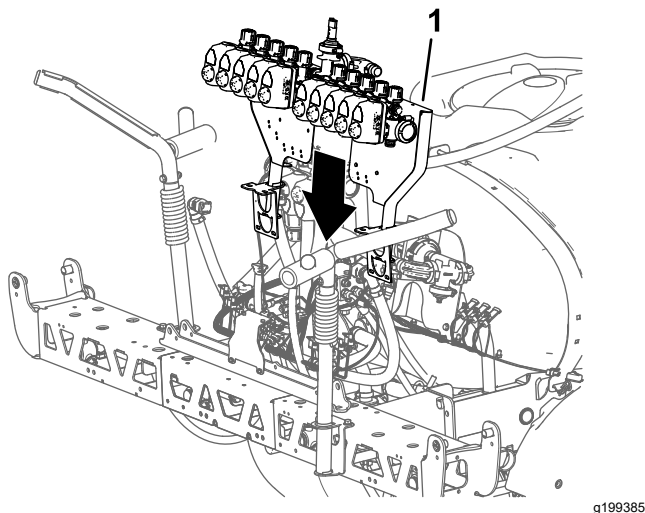

Рисунок 108
1. Используя подъемное оборудование с указанной грузоподъемностью, поднимите опору крепления клапанов и клапаны в сборе опрыскивателя и выровняйте их над средней секцией опрыскивателя (Рисунок 108).